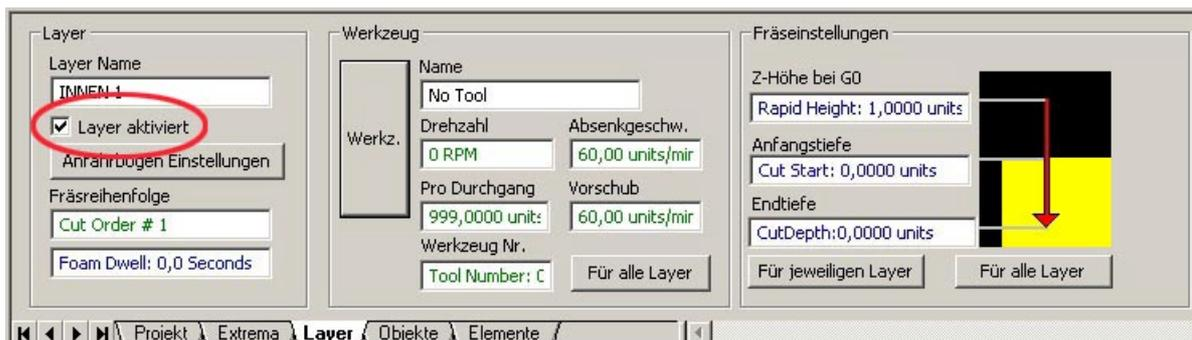

Abb. 2.8: Fenster für die Einstellungen von Layer INNEN-1
Da wir die ursprüngliche Linie, welche unser Quadrat darstellte, nicht mit fräsen wollen, wechseln wir noch einmal in unser Projektfeld durch Mausklick auf den Reiter Projekt unserer Funktionsleiste (3), um den Projektbaum unseres Projektes anzuschauen. Wir sehen jetzt, daß wir einen weiteren Layer erhalten haben, nämlich den Layer **Tasche**, der automatisch erzeugt wurde und alle Objekte für die Fräslinien der Tasche enthält. Uns interessiert jetzt der Layer, welcher lediglich das Quadrat mit den abgerundeten Ecken darstellt. Um diesen Layer auszuwählen, machen wir zunächst einen Doppelklick mit der Maus an einer freien Stelle unseres **Grafikbereichs (1)**, um jede mögliche Auswahl aufzuheben. Anschließend klicken wir im Projektbaum auf den Layer **INNEN-1**, von dem wir noch wissen, daß es der Layer mit dem kleinen Quadrat ist. Wir sehen, daß nach diesem Mausklick die Umrißlinie des Quadrates rot angezeigt wird, zum Zeichen, daß die Auswahl korrekt ist. Gleichzeitig öffnet sich im **Infobereich (4)** das Einstellfenster für diesen Layer (Abb.: 2.8).